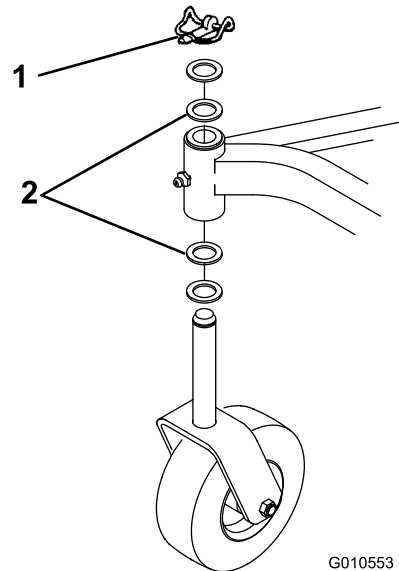

図 18
4. ピンポンチを使って、チューブの上または下からブッシュをたたき出す (図 18)。他のブッシュも、同様にしてチューブから取り外す。チューブの内部をきれいに清掃する。